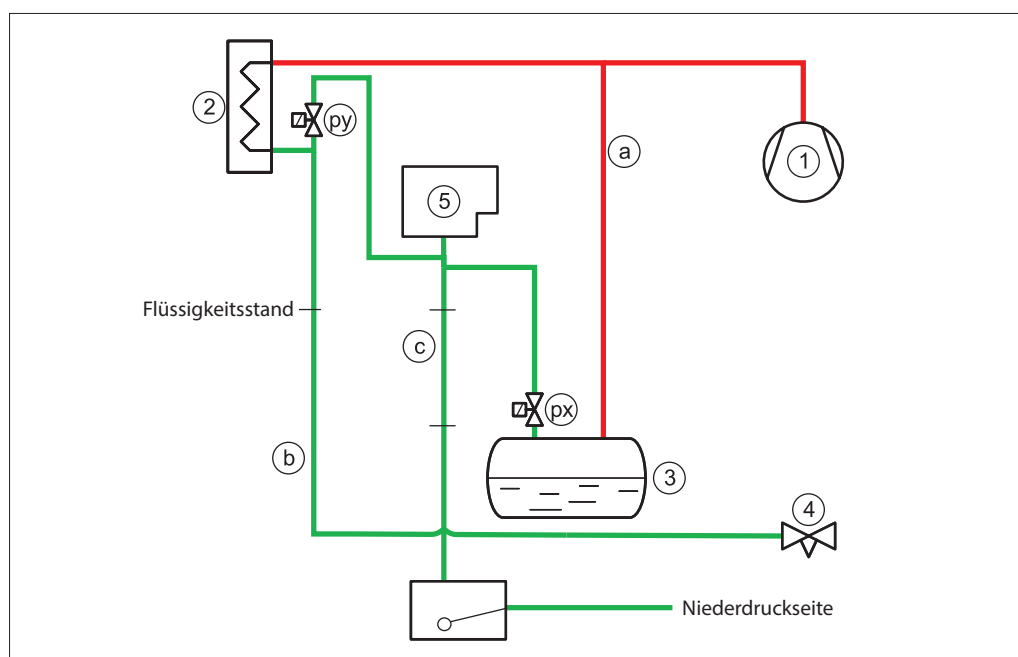

Abb. 7 Entlüfteranschlüsse (px) und (py). Die Ablaufleitungen (c) müssen vertikal/mit Abwärtsgefälle verlegt sein.
Alternativ dazu kann der Flüssigkeitsablauf aus dem Entlüfter durch ein HD-Schwimmventil (6) zur Niederdruckseite erfolgen (siehe Abb. 7).